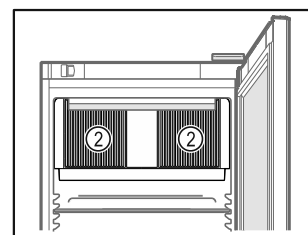

Fig. 56
- ❑ Větrací otvory Fig. 56 (2) oběhového vzduchového čerpadla ve vnitřním prostoru udržujte volné.